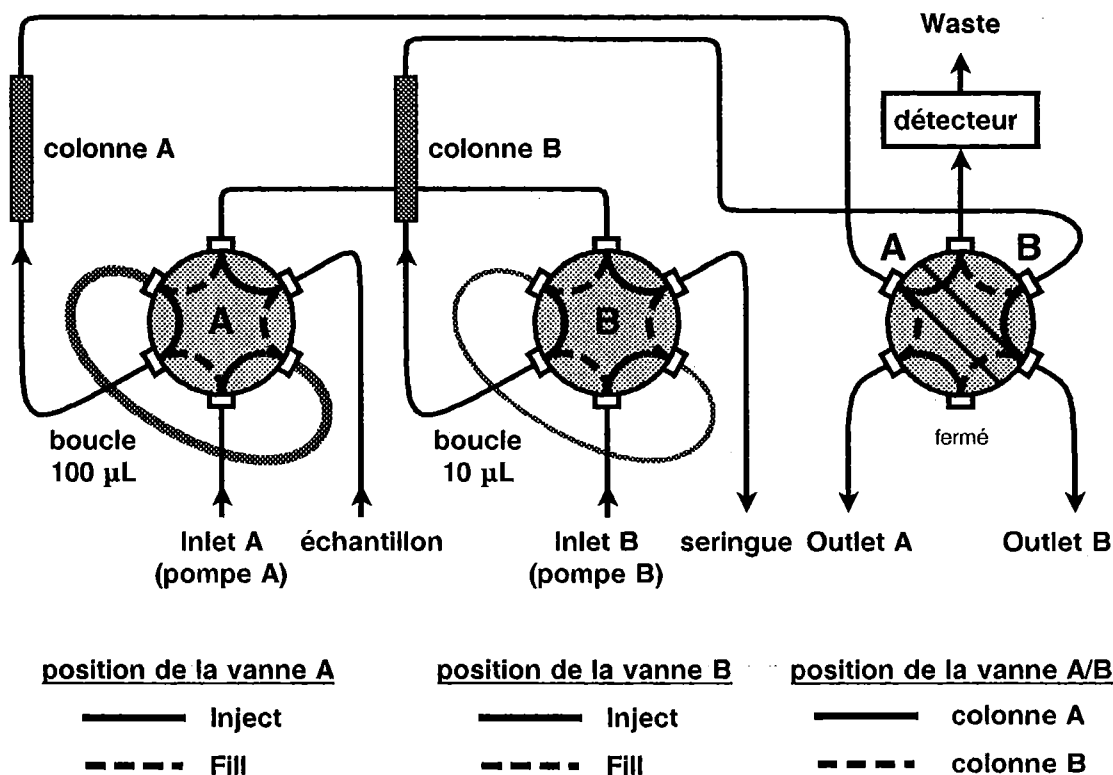

Fig. 20: Fonctionnement de l'injecteur au Chromatographe ionique 690.0030 (vue de la face avant)
Le Chromatographe ionique 690.0030 est muni de deux vannes à injection à boucle VALCO (loop), boucle **A** (boucle d'échantillon 100 μL) et boucle **B** (boucle d'échantillon 10 μL), qui sont activés **électriquement** par le commutateur (34) et (41) resp. ou par commande externe. Si l'on veut injecter des volumes d'échantillon différents, on remplacera les boucles par des boucles de commerce appropriées (p.ex. boucle d'échantillon 10 μL 6.2620.080; boucle d'échantillon 100 μL 6.2620.090). La Fig. 20 démontre schématiquement le fonctionnement des injecteurs dans les positions "Fill" et "Inject".
- 1▶ Tourner jusqu'à la position "Fill" le bouton (14) qui se trouve sur le panneau frontal du Chromatographe ionique 690.0010.